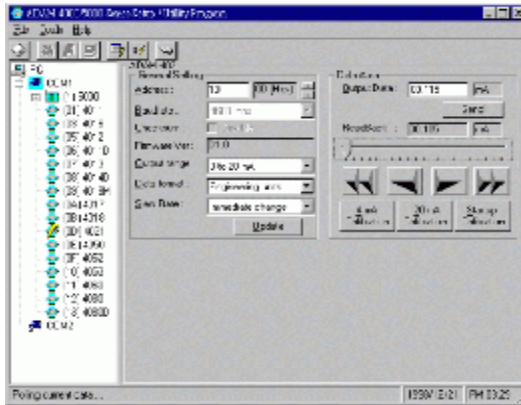

Рисунок 2.2 – Настроювання модулю ADAM-4021
2.11.6 У списку апаратури каналу зв'язку оберіть модуль ADAM-4021. У головному вікні програми ADAM Utility буде відображений поточний стан модулю аналогового виведення (див. рис. 2.2).